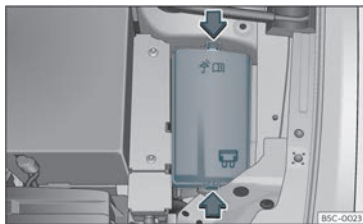

Fig. 48 No compartimento do motor: tampa da caixa de fusíveis.
- Pressione as patilhas de bloqueio para desbloquear a tampa da caixa de fusíveis >>> Fig. 48.